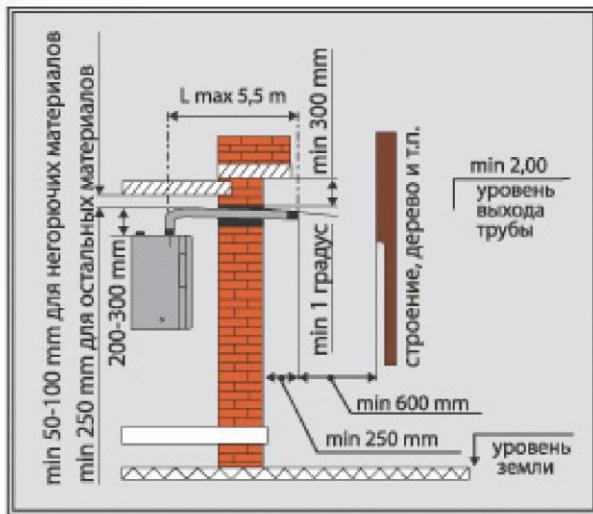

Рис. 15
1. Условия конструктивного исполнения трубы типа "FF" (Рис. 15):
### 3. Условия монтажа трубы типа "FF" (Рис. 15):